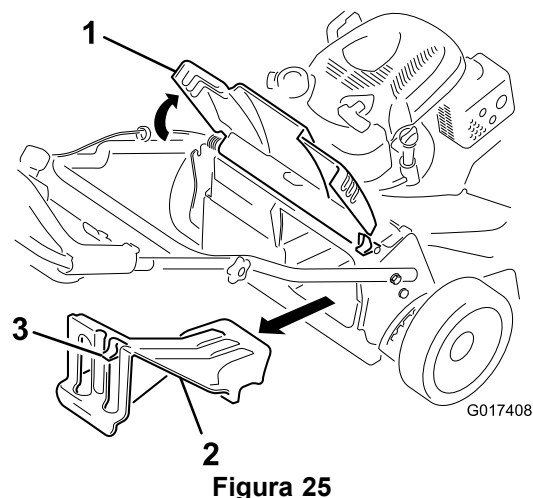

Figura 25
1. Levante y sujete el deflector trasero (Figura 25).
2. Retire el tapón de descarga trasera presionando hacia abajo sobre el enganche con el dedo pulgar y extrayendo del tapón de la máquina (Figura 25).